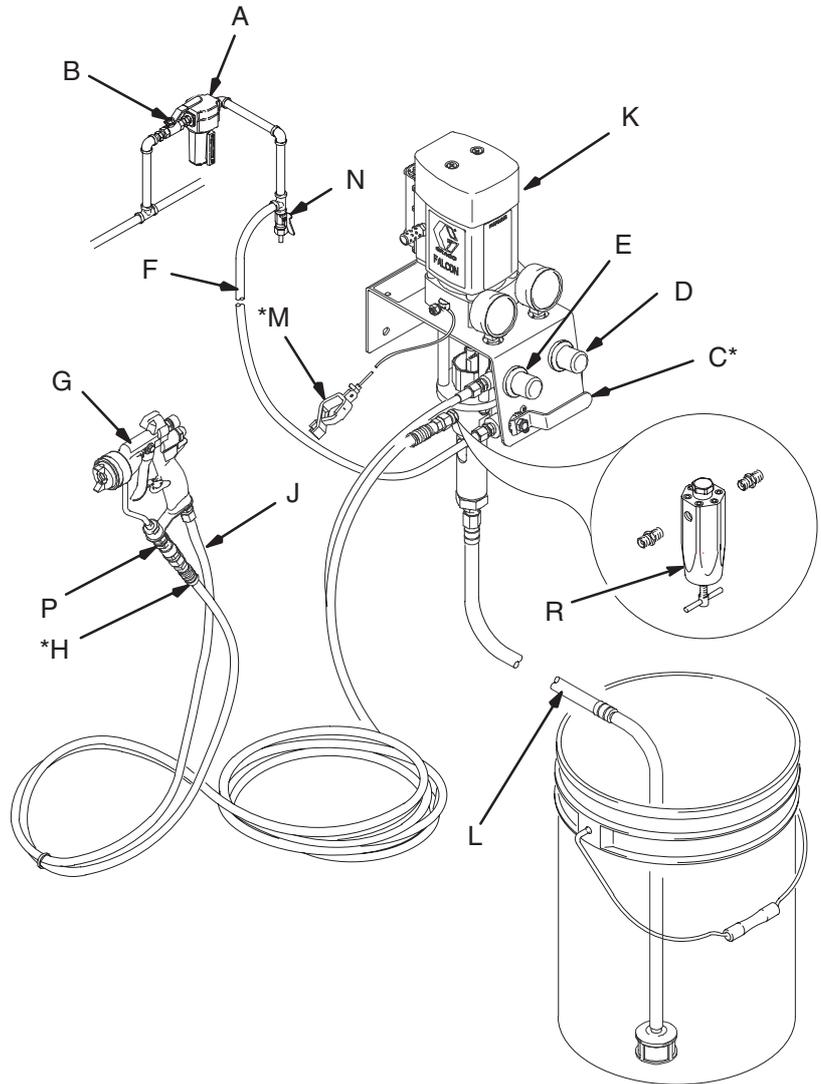

Fig. 1
La instalación típica mostrada en la Fig. 1 es sólo una guía para seleccionar e instalar el sistema de pulverización asistida por aire. Contacte con su distribuidor Graco para planificar el sistema de acuerdo con sus necesidades.
- Debe instalar un regulador de presión de aire (E) en la tubería de aire de la pistola para controlar la presión de aire que llega a la misma. Vea la Fig. 1.
- *Si el suministro de aire regulado no tiene un filtro, instale un filtro de aire (A) en la tubería de aire para garantizar un suministro de aire limpio y seco a la pistola. La suciedad y la humedad pueden arruinar la apariencia del acabado final de la pieza trabajada.*
- Instale un regulador de presión de aire (D) en la línea de suministro de aire de la bomba para controlar la presión de aire a la bomba.
- Instale una válvula de cierre de aire de tipo purga (C) en la línea principal de aire y en la línea de aire de la bomba para cerrar la alimentación de aire de la bomba.
- Si se requiere un mejor control de la presión de fluido, instale un regulador (R) en la línea de fluido para equilibrar la presión del fluido que entra en la pistola. Vea la Fig. 1.